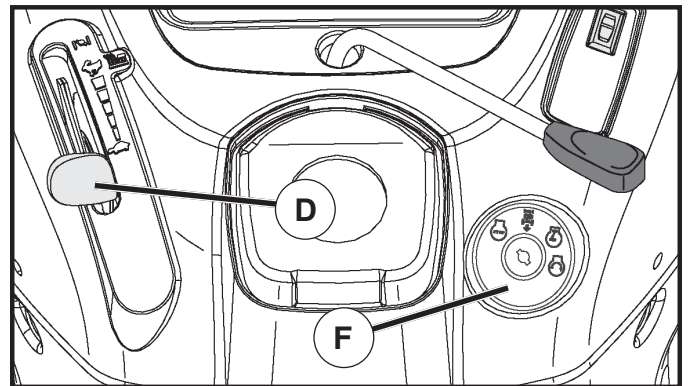

Fig. 9
- Mover la palanca de mando entre la posición (D) de velocidad media y máxima (rápida).
- Gire la llave de ignición (F) a la posición de apagado "STOP" y remueva la llave al abandonar el tractor para evitar el uso no autorizado.
### PARA USAR EL CONTROL DE LA ACELERACIÓN (D) (Vea Fig. 9)